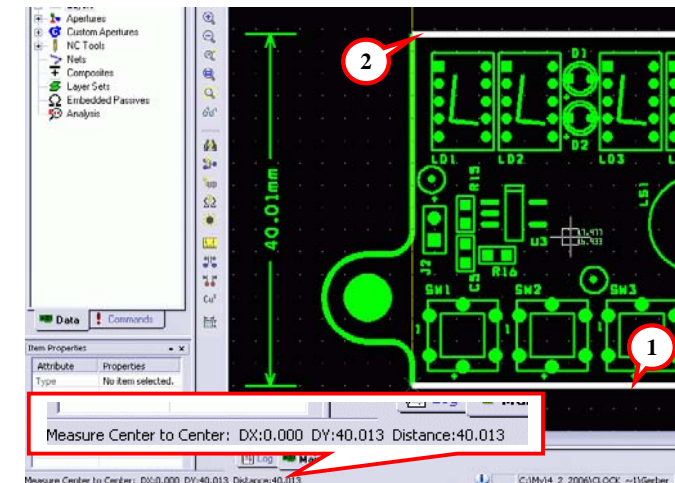

рис. 8-26
Укажите курсором на нижнюю границу платы (рис. 8-26, ①). Она должна выделиться. Потом укажите на верхнюю границу (②). В строке состояния прочитайте результат измерения.